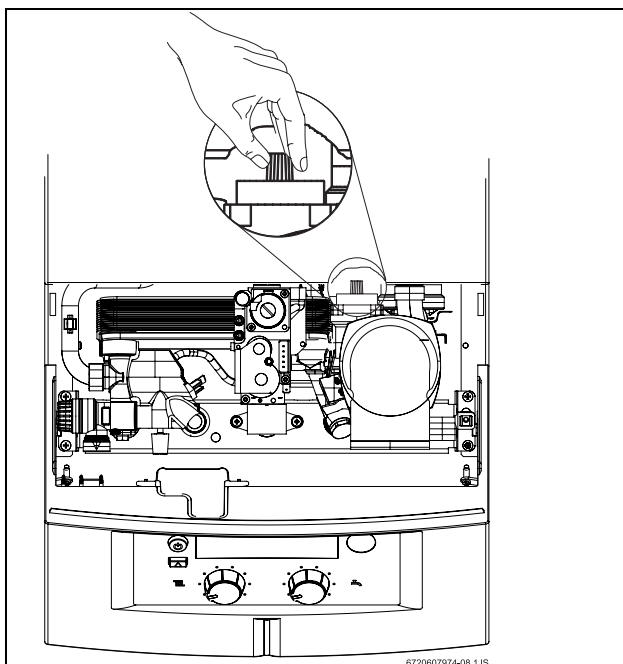

Fig. 17 Purgador automático
- Para evacuar o ar do aparelho utilizando o purgador automático que incorporado, abrir a tampa do purgador automático (ver Fig. 17).